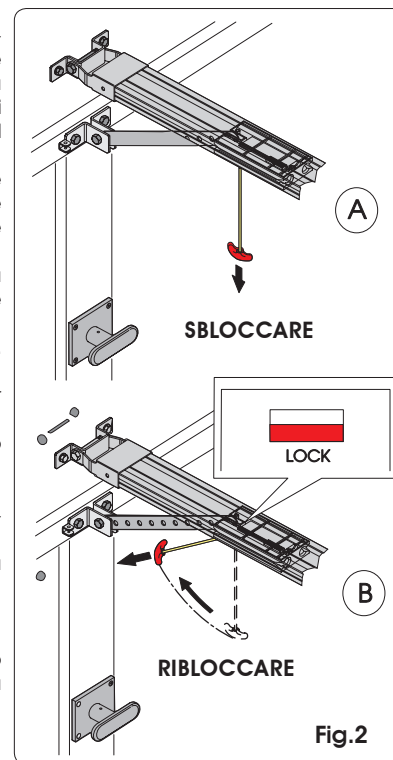

Fig. 2
- Sbloccare l'operatore tirando verso il basso la maniglia di sblocco (Fig. 2 rif. A).
Ribloccare l'automazione tirando orizzontalmente la maniglia (Fig. 2 rif. B) ed accertarsi che, al rilascio, la finestrella "LOCK" posta sotto al carrello sia di colore rosso, a conferma del corretto riarmo.